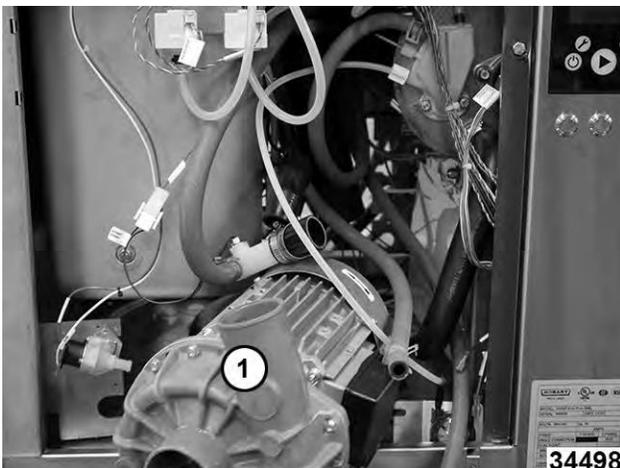

Fig. 98
20. Retire la bomba de lavado (1, Fig. 98) y el soporte de la parte frontal de la máquina.